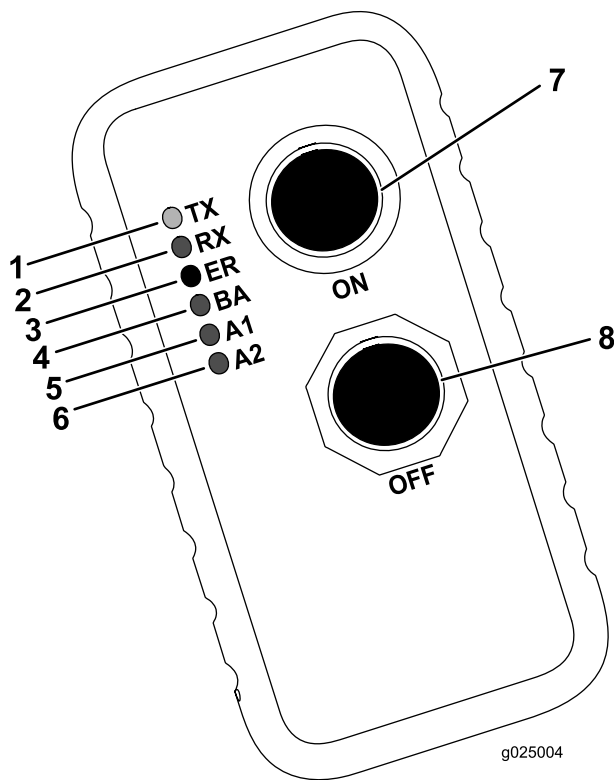

Figura 61
A tabela a seguir apresenta os diversos estados das luzes indicadoras no transmissor portátil (Figura 61) e seus significados:
4. Pressione simultaneamente e mantenha pressionados os botões ligar e desligar (Figura 61).
5. Mantenha pressionados os botões Liga e Desliga até começar a piscar a luz verde de transmissão (TX) (Figura 61).
6. Ligue a máquina, continuando a manter pressionados os botões Liga e Desliga (Figura 61).
7. Libere os botões Liga e Desliga (Figura 61).